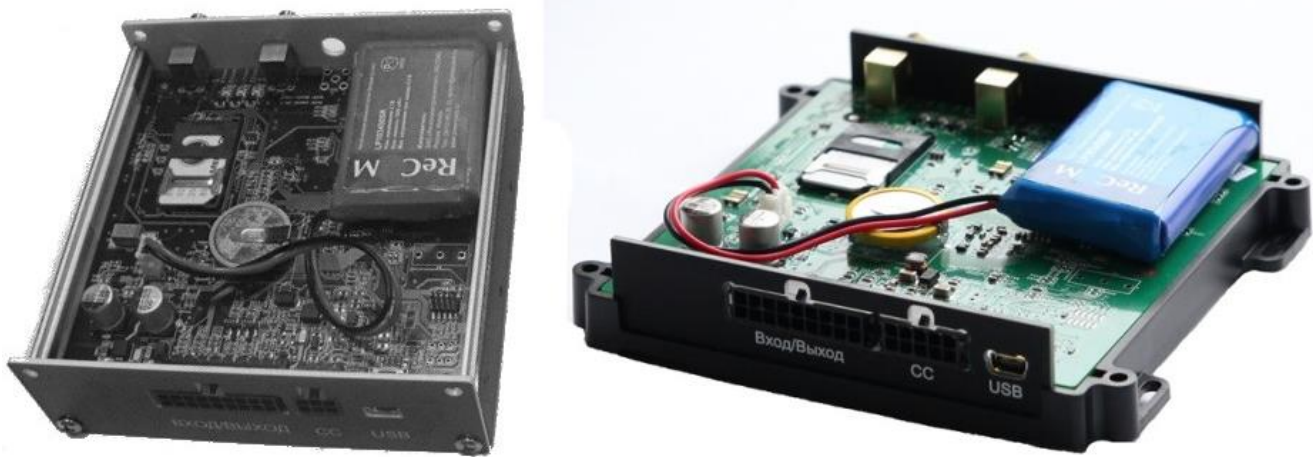

Рисунок 4.3.
6. Установите аккумуляторную батарею на штатное место и подключите к разъему (рисунок 4.3).